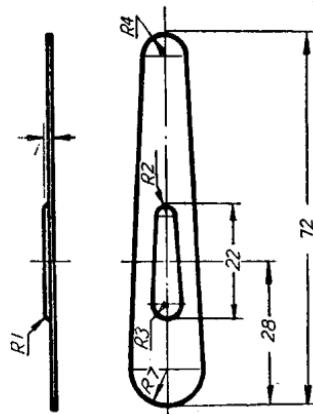

图 9
3. 经48小时以上，当两者已粘附牢固，即可与道林纸一起分别剪成所需形状的铝箔和纸片（参看图9）。